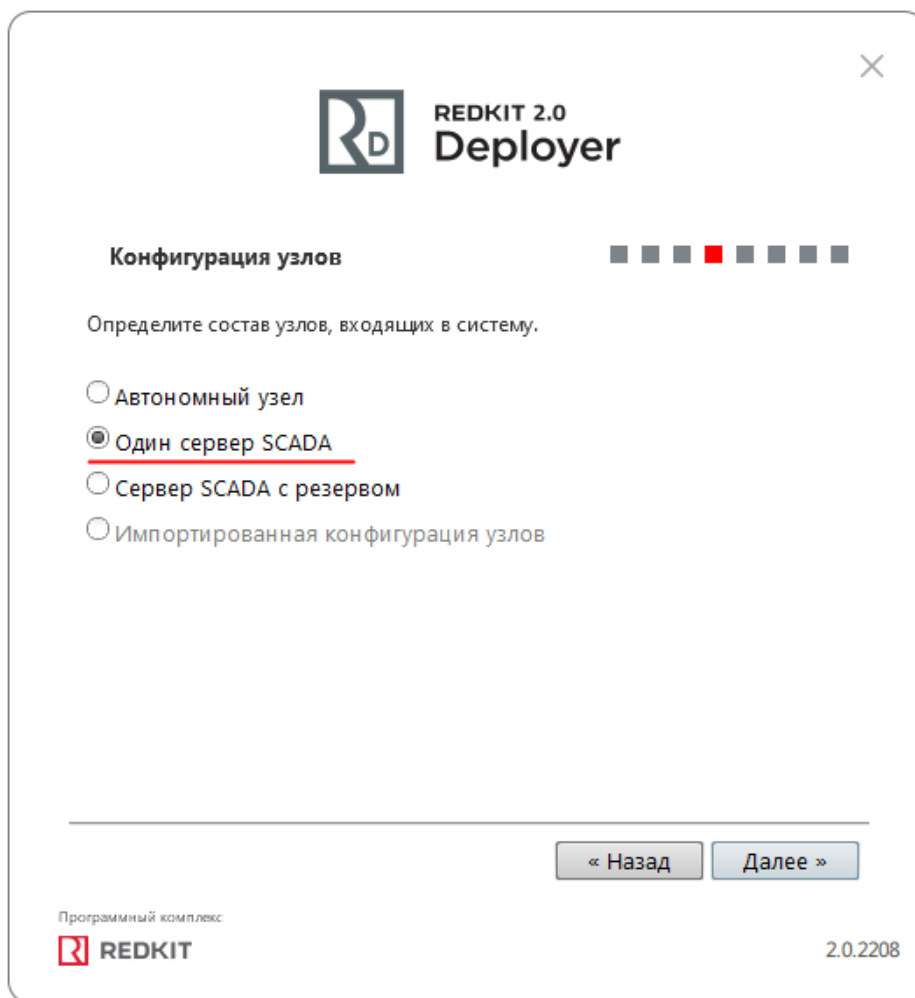

Рисунок 103 - Конфигурация узлов
9. Выберите конфигурацию узлов **Один сервер SCADA** и нажмите **Далее** (Рисунок 103).